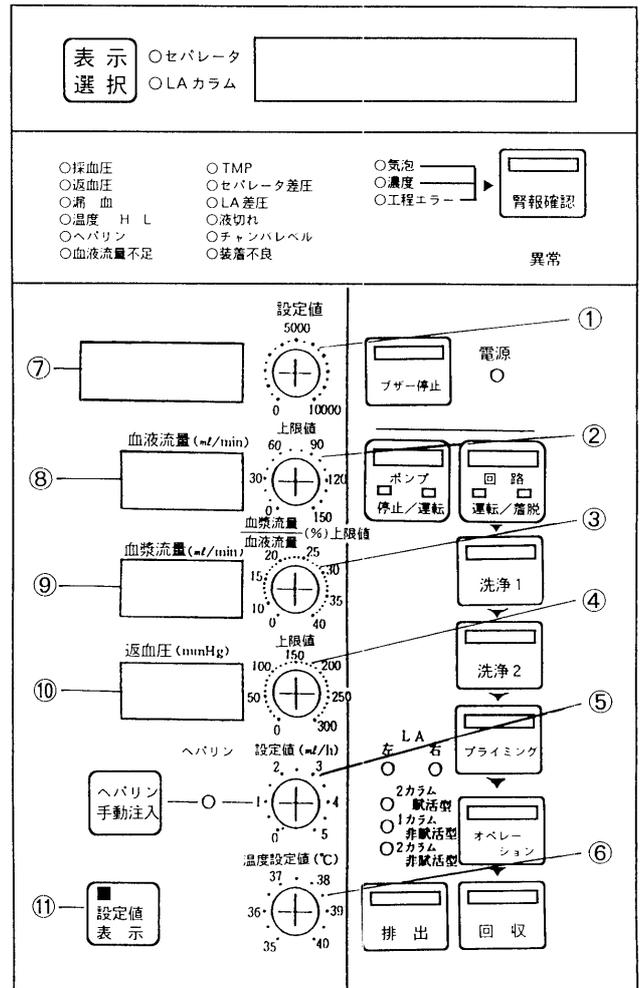

図17 治療条件の設定
- ① 操作パネルの設定値表示スイッチ⑪を押して設定値を表示させる (図17)。
- a. 処理血漿量は⑦のディスプレイを見ながら①のつまみで設定する。
- b. 血液流量は⑧のディスプレイを見ながら②のつまみで設定する。
- c. 血漿流量は⑨のディスプレイを見ながら③のつまみで設定する。
- d. 返血圧上限値は⑩のディスプレイを見ながら④のつまみで設定する。